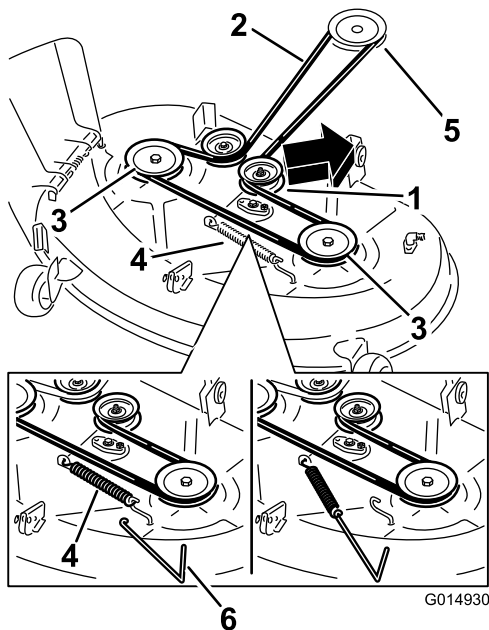

**Рисунок 53**
6. Используя съемник пружин (№ 92-5771 по каталогу Toro), снимите пружину натяжного шкива с крюка деки, чтобы снять натяжение с натяжного шкива, и снимите ремень со шкивов (Рисунок 53 и Рисунок 54).
7. Проложите новый ремень вокруг шкива двигателя и шкивов газонокосилки (Рисунок 53 и Рисунок 54).
8. Используя съёмник пружин (№ 92-5771 по каталогу Toro), установите пружину натяжного шкива на крюк деки и создайте натяжение на натяжном шкиве и ремне газонокосилки (Рисунок 53 и Рисунок 54).